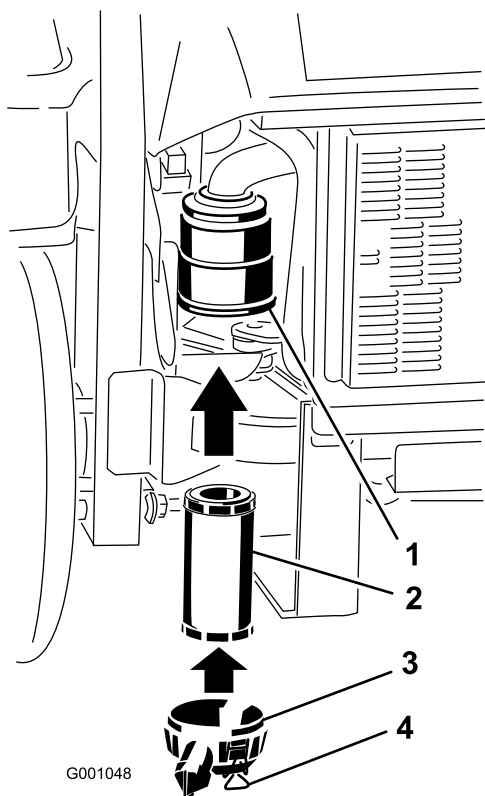

Figura 44
2. Cuidadosamente, faça deslizar o filtro para o corpo do filtro (Figura 44). Assegure-se de que está bem colocado, empurrando o anel exterior ao instalar.
3. Volte a montar a cobertura do filtro e fixe os trincos (Figura 44).